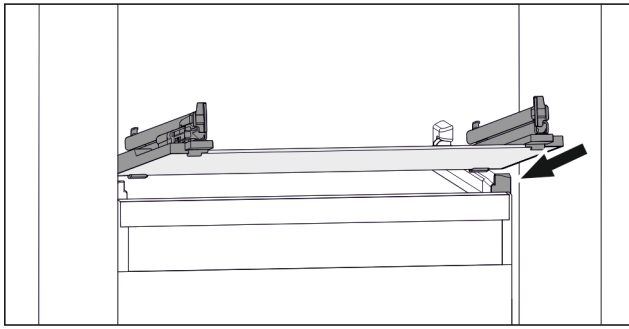

Fig. 124 Примерно изображение на стъклената плоча
- ▶ Поставете стъклената плоча под ъгъл зад ограничителите. (виж Fig. 124)